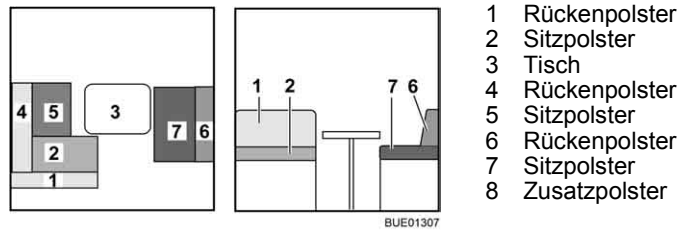

Bild 133 Vor dem Umbau
- Tisch (Bild 133,3) zum Bettunterbau umbauen (siehe Abschnitt 6.10).
- Die Rückenpolster (Bild 133,1 und 4) abnehmen und beiseite legen.